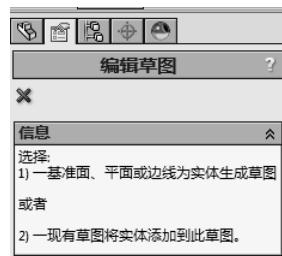

图 3-15 打开“编辑草图”对话框
- 单击草图工具栏上的【草图绘制】按钮 \square , 打开“编辑草图”对话框, 如图 3-15 所示。